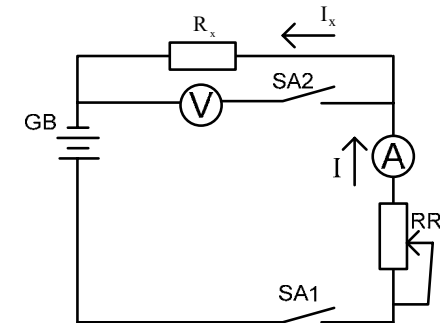

Рис. 8. Схема для измерения сопротивления
1. Собрать схему в соответствии с рис. 8.